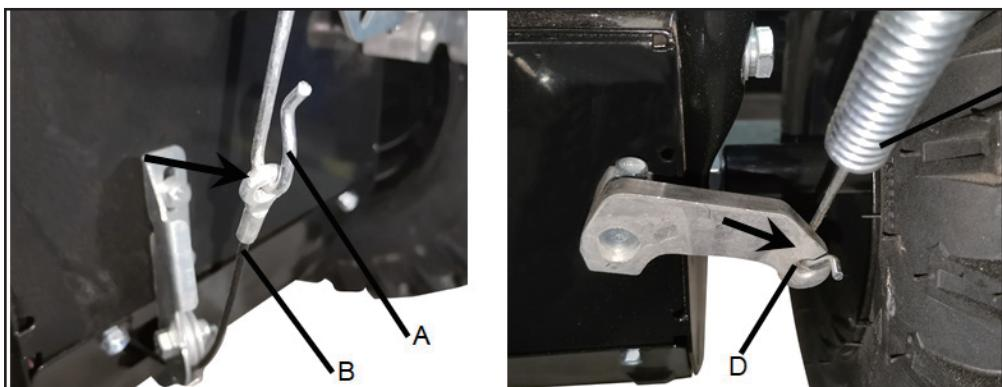

Рис. 2
- Соединить левую тягу (Рис. 2A) верхней панели управления с тросом (Рис. 2B) коробки скоростей. Правую тягу (Рис. 2C) соединить с рычагом (Рис. 2D). (Рис. 2).